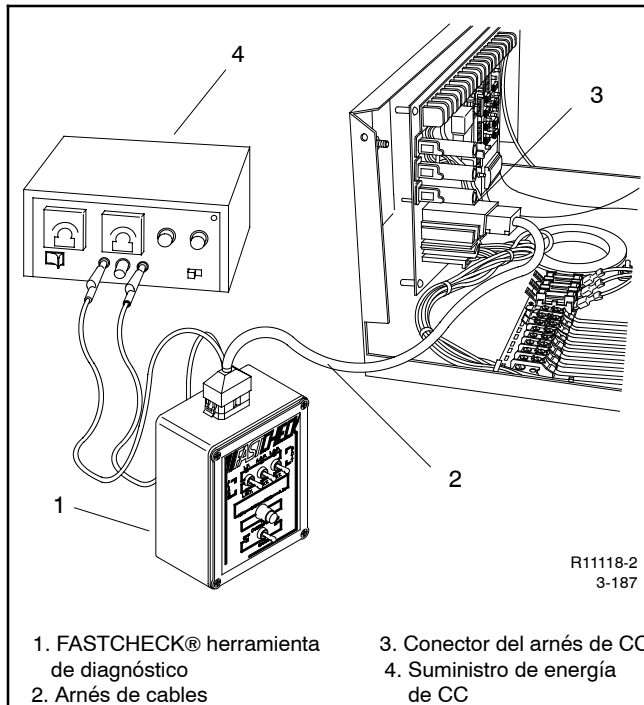

Figura 3-25 Conexiones del FASTCHECK®
1. Desconectar el arnés de cables CC del motor del conector del arnés de cables CC (P1). Consultar la Figura 3-25.